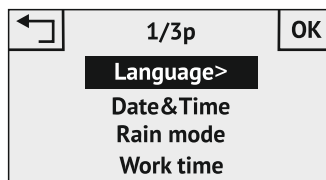

Рис. 5
5. Выберите пункт **Setting** и нажмите кнопку **OK**, см. рис. 5.